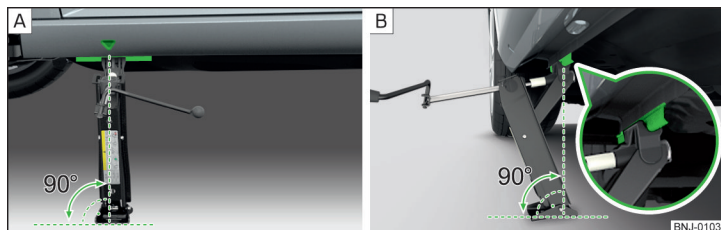

Fig. 265 Applicazione del martinetto
- Posizionare la piastra del martinetto su una base dritta con tutta la sua superficie e accertarsi che il martinetto si trovi in posizione perpendicolare alla cresta di applicazione » fig. 265 - [A].
- Posizionare il martinetto e agendo sulla manovella alzarlo fino a che la sua staffa non cinge la cresta » fig. 265 - [B].